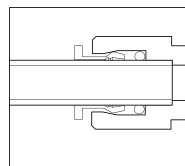

Рис. 2
- ▶ Убедитесь, что трубопровод вставлен полностью (Рис. 2).